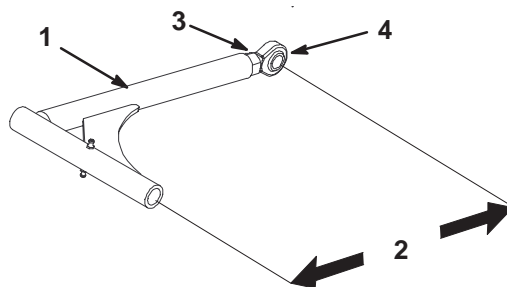

Figure 55
1. Pour régler les bras de poussée, desserrez l'écrou de blocage et tournez la rotule dans le sens anti-horaire, un tour à la fois (Fig. 55).
2. Réglez chaque côté de la même façon. La longueur nominale de chaque bras de poussée doit être de 389 mm (15-5/16 pouces) (Fig. 55).